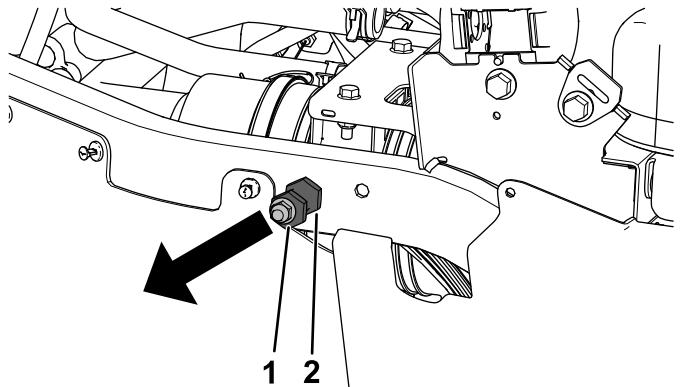

図 35
5. 左右の後フォレームチューブについているロックナット3/8"とラッチピンを外す図 35。